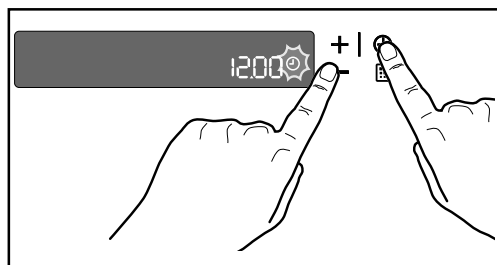

Fig. 16
2. Appuyez simultanément sur les commandes  et „-“. Le système émettra un bref signal sonore et **12:00** s'affiche (Fig. 16).